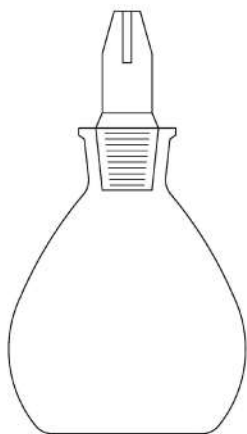

Рис. 160. Пикнометр Гей-Люссака
1. **Пикнометр (колба) Гей-Люссака** (рис. 160) – это универсальный измерительный прибор небольшого объема, используемый в физических и химических исследованиях. С его помощью измеряют плотность жидкостей или твердых веществ с высокой точностью. Колба Гей-Люссака имеет капилляр вместо метки на горлышке, поэтому особенно удобна для определения объема жидких веществ. Для устойчивости колба сделана плоскодонной.